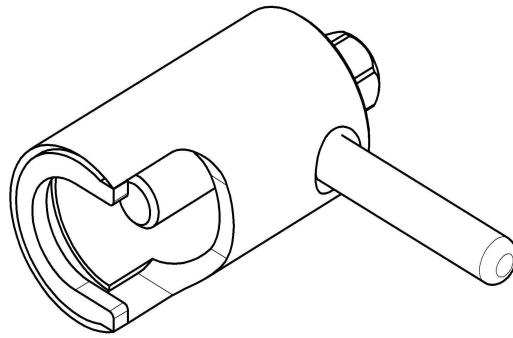

Рис.28 Съемник крыльчатки.
- снять крыльчатку при помощи специального съемника (см. рис.28);